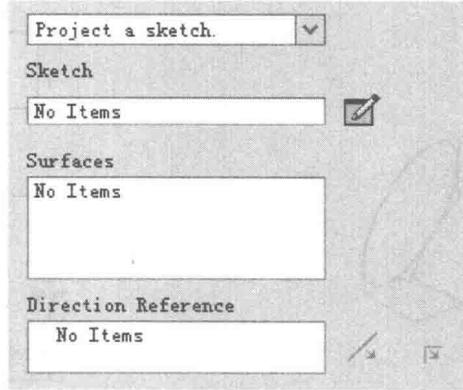

图 1-32
(2) 单击 References 按钮，打开如图 1-32 所示的面板。